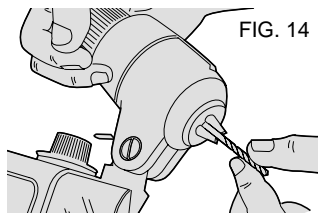

FIG. 14
4. Inserte las brocas pequeñas más allá del buscador, directamente en el portabrocas (Fig. 14).